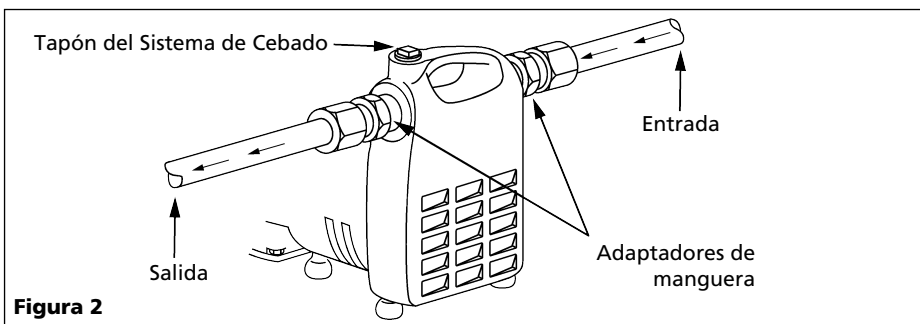

Figura 2
- La Figura 2 le indica cómo instalar la bomba. Los adaptadores con roscas se le suministran para que conecte mangueras para jardín cuando las condiciones lo permitan. Bajo ninguna circunstancia la bomba debe estar a más de 4,6 m (15 pies) de distancia (vertical u horizontal) de la entrada de suministro. Instale una válvula de pie cuando la bomba se vaya a colocar a más de 3,0 m (10 pies) de altura o cuando la línea de succión sea de más de 3,0 m (10 pies).